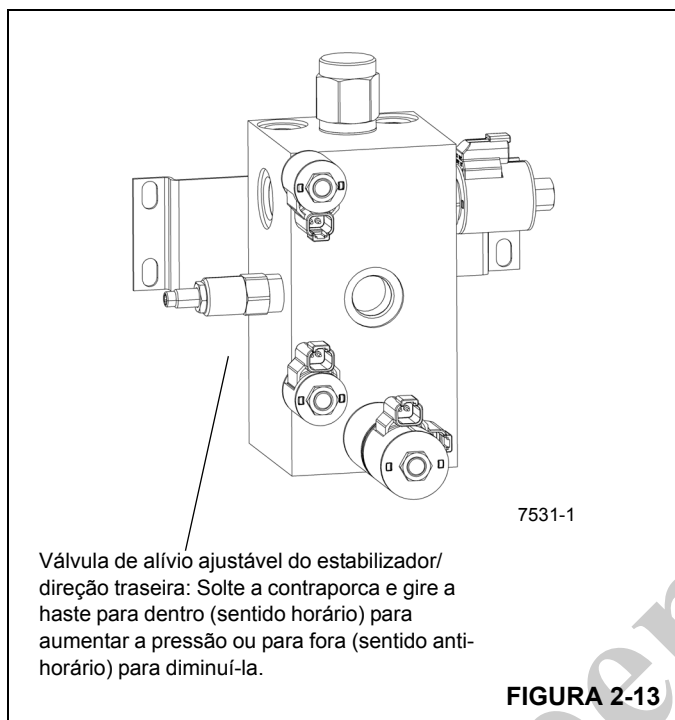

FIGURA 2-13
1. Instale um dispositivo de verificação de pressão de desconexão rápida com indicador no bico de teste no orifício de teste da pressão da válvula do estabilizador/direção traseira Figura 2-13.